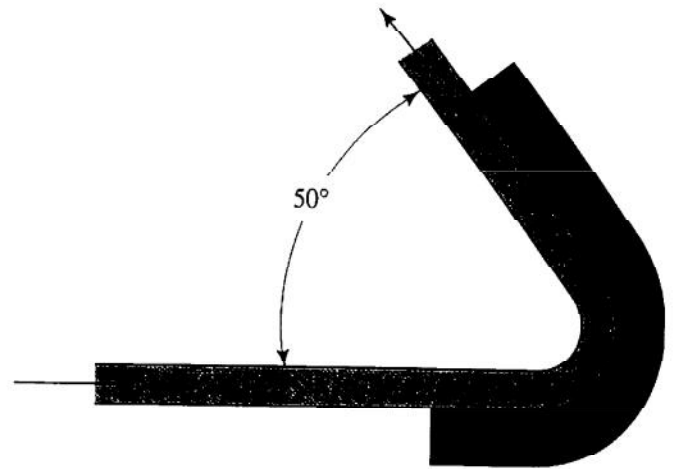

FIGURA 16.11 Problema 16.6.
- 16.6E** La figura 16.11 muestra una corriente libre de agua a 180°F , que desvía una paleta estacionaria con un ángulo de 130° . La corriente de entrada tiene una velocidad de 22.0 pies/s. El área de la sección transversal de la corriente es de 2.95 pulgadas² y se mantiene constante en todo el sistema. Calcule las fuerzas que el agua aplica sobre el aspa en las direcciones horizontal y vertical.